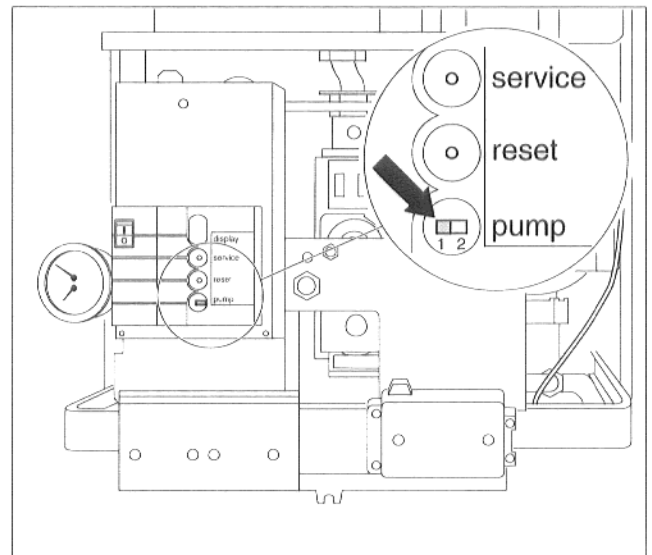

Abb. 15 Schalter Pumpennachlaufzeit
- Schalter „pump“ (Abb. 15) in Stellung 1 bringen: Pumpennachlaufzeit 4 min.